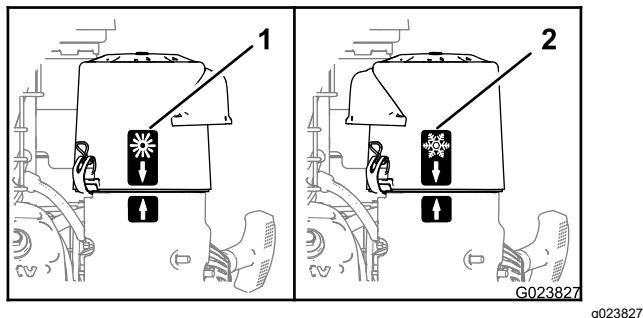

Figura 13
- Durante il funzionamento in una **condizione di aria ambiente fredda** (temperatura dell'aria fredda e umidità), posizionate il coperchio del filtro dell'aria con l'adesivo del fiocco di neve rivolto verso l'esterno (Figura 13).
- Durante il funzionamento in una **condizione di aria ambiente normale**, posizionate il coperchio del filtro dell'aria con l'adesivo del sole rivolto verso l'esterno (Figura 13).